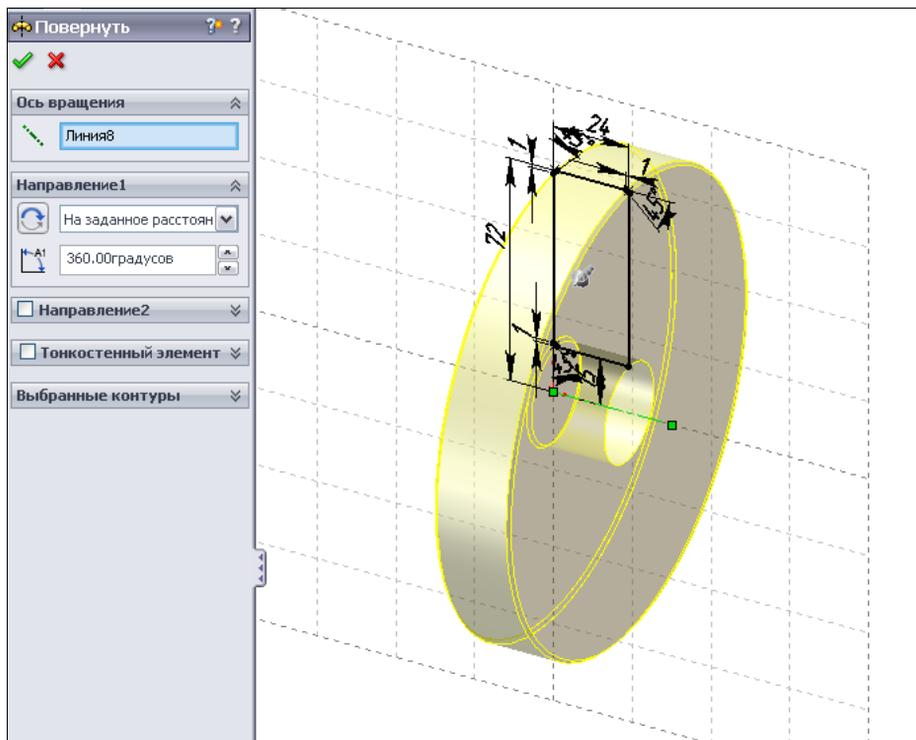

Рис. 2.143
3. Когда эскиз готов, для построения детали остается лишь нажать кнопку  — **Повернутая бобышка/основание** на панели инструментов **Элементы**. На экране дисплея появится окно **Повернуть**, в котором необходимо указать угол поворота эскиза, для колеса он составляет 360° (рис. 2.143).